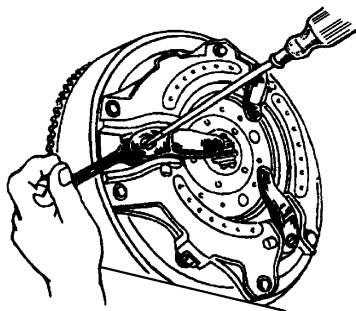

图 3-26 分离杠杆高度调整
(1) 离合器分离杠杆高度的调整方法 一是通过分离杠杆内端面调整螺钉调整；二是通过分离杠杆外端处的调整螺钉调整。其调整操作方法如图 3-26 所示，都是先将调整螺钉上的锁紧螺母拧松，然后旋动调整螺钉，同时用游标卡尺（或塞尺）测量其高度是否符合标准。逐一调整都符合要求后，将调整螺钉锁紧。调整时注意：各分离杠杆与分离轴承之间的间隙都要保持高度一致。